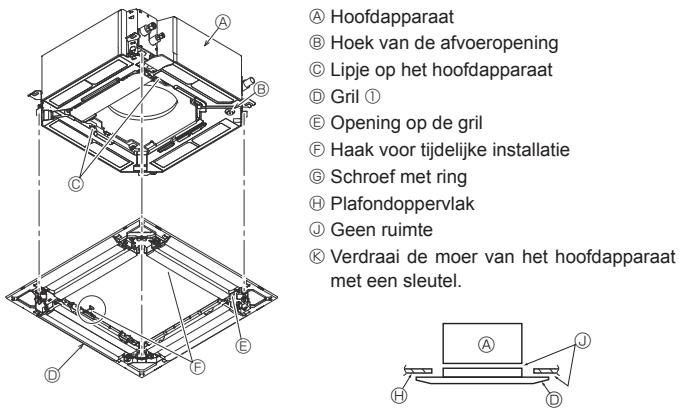

Fig. 9-6
9.4.2. Tijdelijke installatie van de grille (Fig. 9-6)
- Zet de grille aan het hoofdapparaat vast door de eerder geïnstalleerde schroeven aan te draaien. (Fig. 9-6)
Let er goed op dat er geen ruimte blijft tussen het hoofdapparaat en de grille of tussen de grille en het plafondoppervlak. (Fig. 9-6)
- Nadat de schroeven zijn aangedraaid, controleert u of de twee grilhaken (Fig. 9-6) zijn bevestigd aan de haken op de hoofdunit.